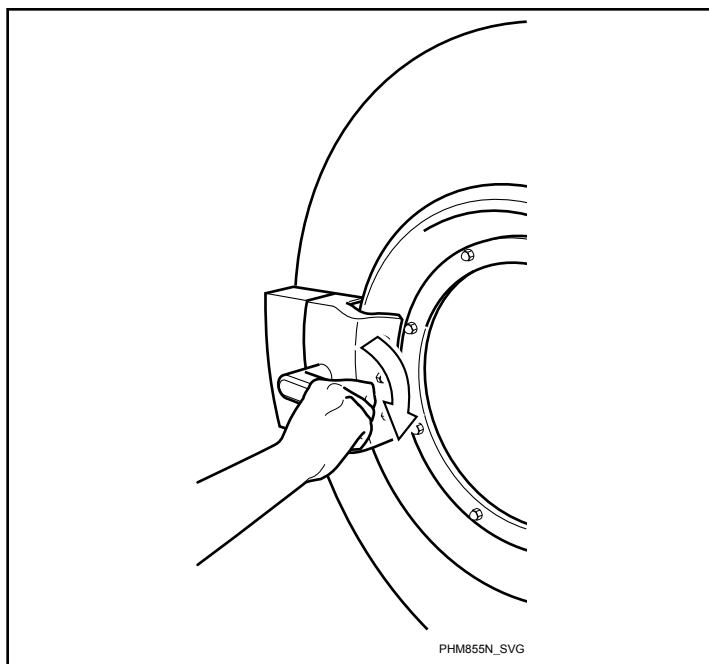

Figura 45
2. Gire o puxador no sentido dos ponteiros do relógio para abrir. Consulte a *Figura 45*.